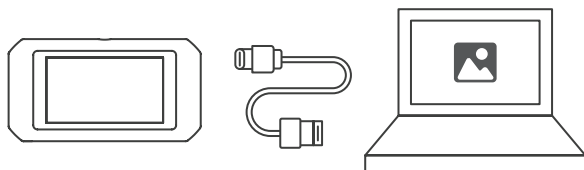

Abbildung 4.1.1
2. Verbinden Sie die TC003 Kamera mit dem mitgelieferten USB-Kabel an einen Windows-basierten Computer (siehe Abbildung 4.1.1).